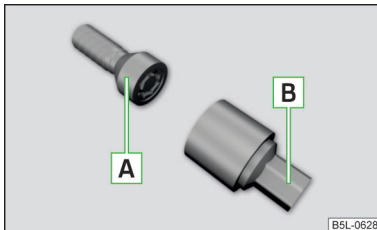

Fig. 177
Les boulons de roues antivol protègent vos roues contre le vol. Ils ne peuvent être serrés ou desserrés qu'uniquement à l'aide de l'adaptateur **B** » fig. 177.
- Enfoncez l'adaptateur **B** » fig. 177 du côté denté jusqu'à la butée dans l'engrenage intérieur de la tête du boulon de roue antivol **A**.